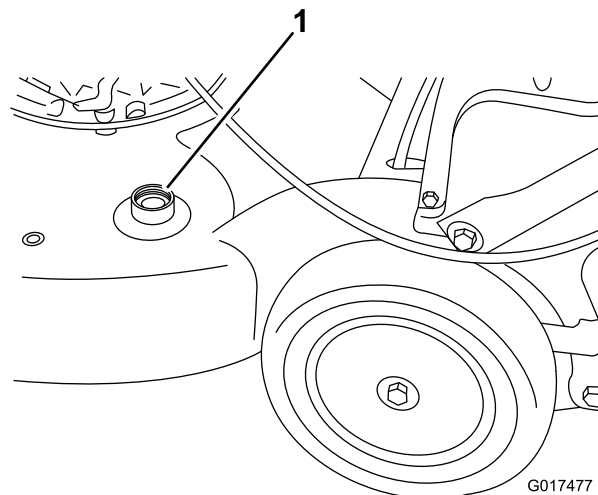

**Figura 41**
3. Retire las 2 tuercas de la cuchilla y el refuerzo (Figura 41).
4. Retire la cuchilla (Figura 41).
5. Retire el impulsor de la cuchilla y el disco (Figura 41).
6. Retire el protector del embrague del freno de la cuchilla (Figura 41)
10. Instale la cuchilla y el refuerzo que retiró anteriormente (Figura 41).